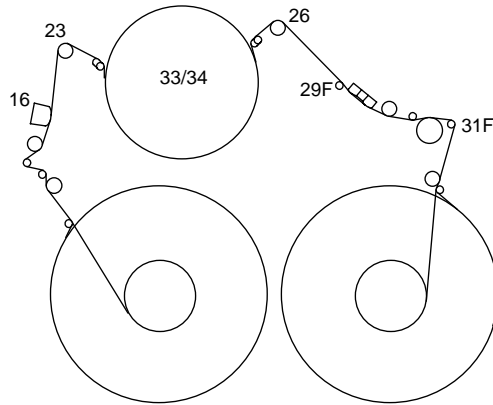

Fig. 22
- Ajuster le galet de renvoi des guides de chargement gauche (Pos. 23, Fig. 22) et droit (Pos. 26, Fig. 22) à l'aide du tournevis de réglage de façon que l'amplitude des paquets FM soit au maximum et rectiligne.
- Adjust the reverse roller of the left (Pos. 23, Fig. 22) and right (Pos. 26, Fig. 22) threading roller unit to obtain the maximum amplitude of the FM-packages with straight-lined envelope.
- Au moyen du dynamomètre, mesurer la traction sur la bande entre la tête d'effacement principale (Fig. 22, Pos. 16) et le guide de chargement gauche (Fig. 22, Pos. 23) (pousser à cet effet la tête d'effacement à gauche).